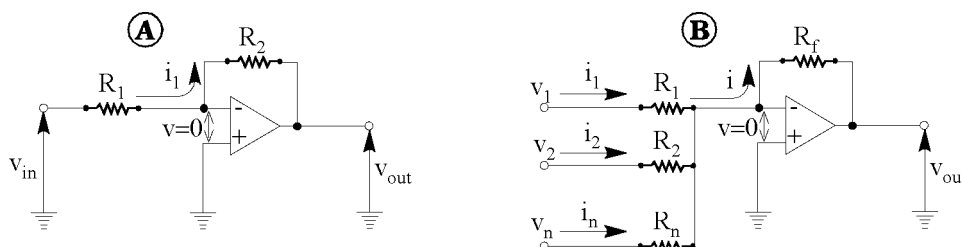

Fig.2.1 - Configurazioni invertenti. Circuito base (A); circuito sommatore (B).
Si consideri lo schema circuitale di Fig.2.1(A), dove l'uscita viene riportata al morsetto invertente (-) tramite la resistenza R_2 . Nell'ipotesi che l'amplificatore operazionale abbia un comportamento ideale, il morsetto invertente (-) assume il potenziale del morsetto non invertente (+) che è posto a massa. Infatti, nel funzionamento lineare, se il guadagno intrinseco dell'amplificatore operazionale è infinitamente grande, a una tensione finita in uscita v_{out} deve corrispondere una tensione nulla in ingresso, fra i morsetti invertente e non invertente.
Il circuito riportato in Fig.2.1(B) è un'estensione del caso in (A) e realizza la funzione di sommatore. Per esso risulta infatti:
Quanto detto per i valori istantanei, si può generalizzare al regime sinusoidale, sostituendo alle resistenze R_1 ed R_2 di Fig.2.1(A) le impedenze generiche Z_1 e Z_2 . In tal caso il guadagno della configurazione reazionata $A_{vf} = -Z_2/Z_1$ risulta funzione della frequenza.